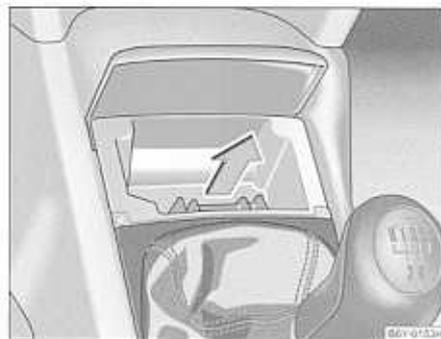

Fig. 65 Consola
- Levantar la tapa del cenicero y sacar el suplemento de cenicero hacia arriba en el sentido de la flecha → fig. 65.